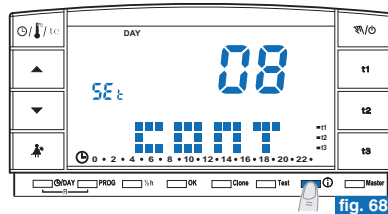

fig. 68
- Dalla videata precedente premere un'altra volta il tasto ⓘ : sul display apparirà la scritta **CONT** e il valore di contrasto attivo; impostazione di fabbrica **08** (esempio in fig. 68).